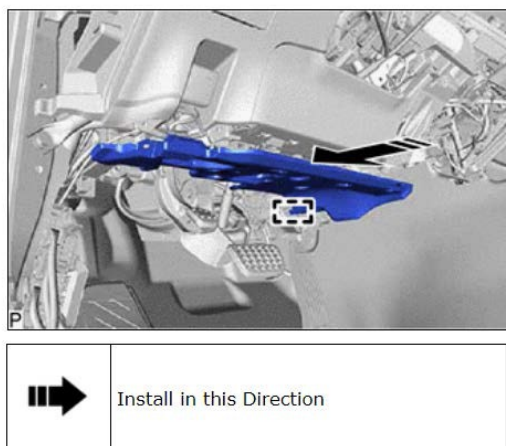

Figure 37
- (d) Engage the guide as shown in Figure 37.